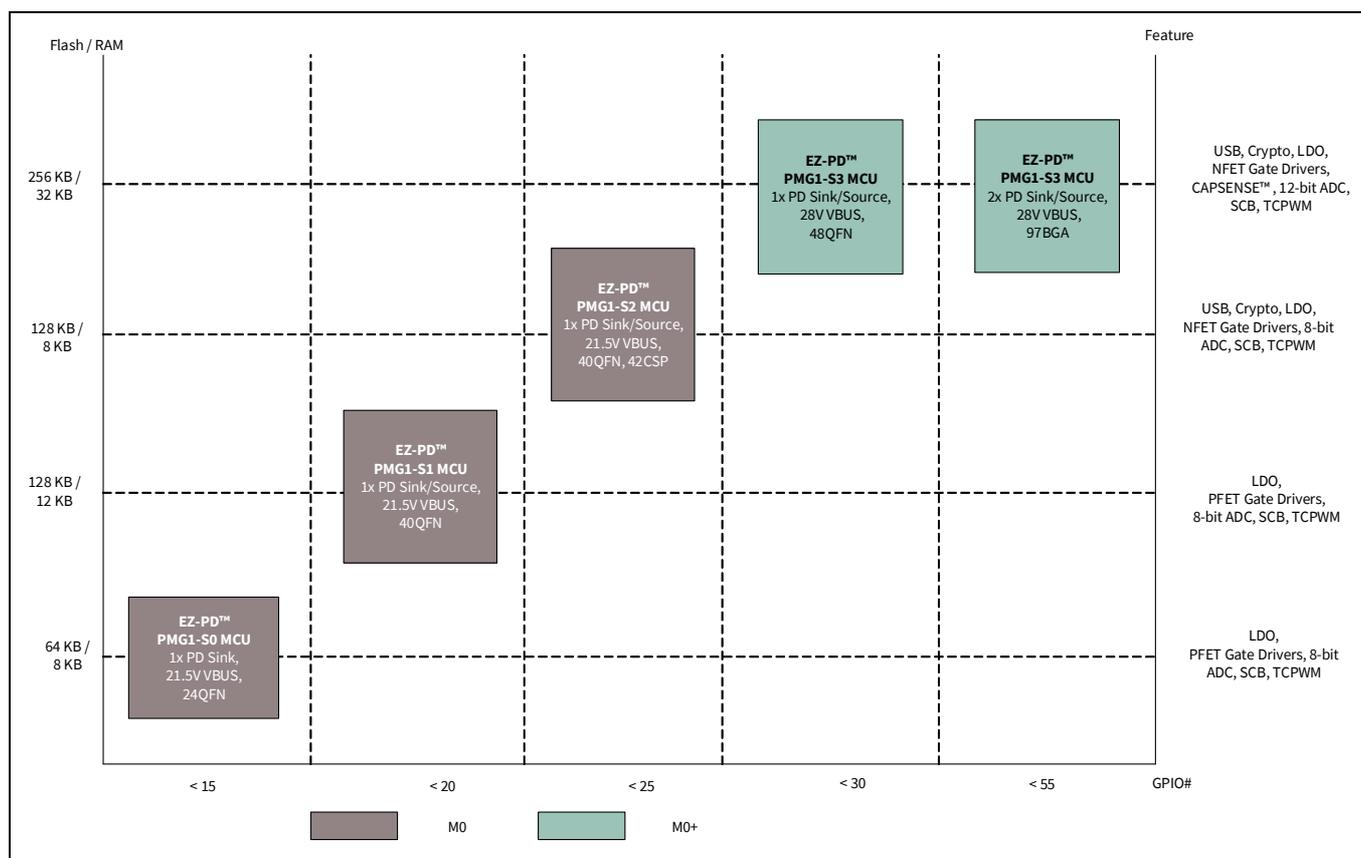

Figure 1 EZ-PD™ PMG1 ファミリのセグメンテーション
EZ-PD™ PMG1 (第1世代のパワーデリバリーマイクロコントローラー)は、高電圧のUSB-Cパワーデリバリー (PD) マイクロコントローラー (MCU) です。これらのチップには、Arm® Cortex®-M0/M0+ CPU、USB-C PD コントローラー、およびアナログとデジタルペリフェラルが搭載されます。EZ-PD™ PMG1は、高電圧USB-C PDポートとの間で電力を供給/消費し、マイクロコントローラーを活用して追加の制御機能を提供する組み込みシステムを対象とします。Figure 1に、EZ-PD™ PMG1ファミリのセグメンテーションを示します。